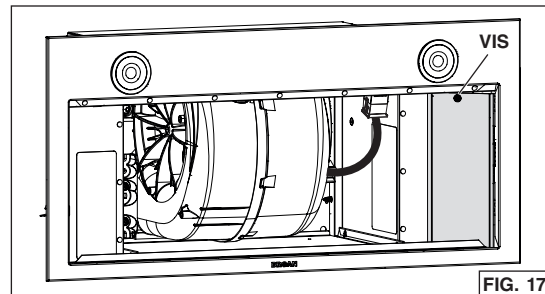

FIG. 17
3. Détacher le couvercle du compartiment électrique (en gris dans la FIG. 17) de l'intérieur de l'appareil en retirant sa vis de retenue. Retirer le sac de pièces de l'arrière du couvercle. Mettre de côté le sac de pièces et le couvercle avec sa vis.